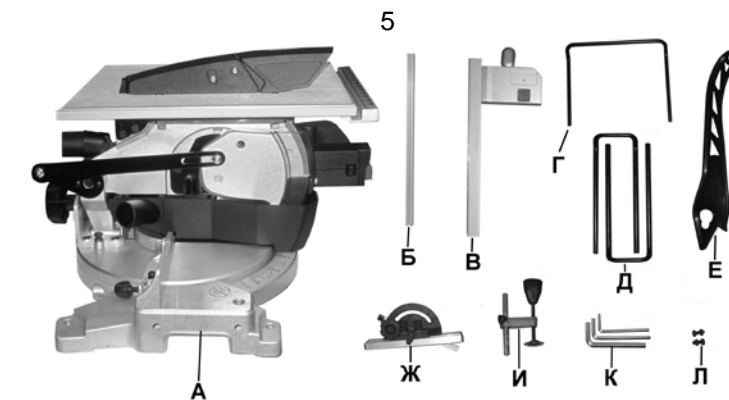

Рис. 1
4. КОМПЛЕКТНОСТЬ (Рис.1)
В комплект поставки входит (Рис.1):